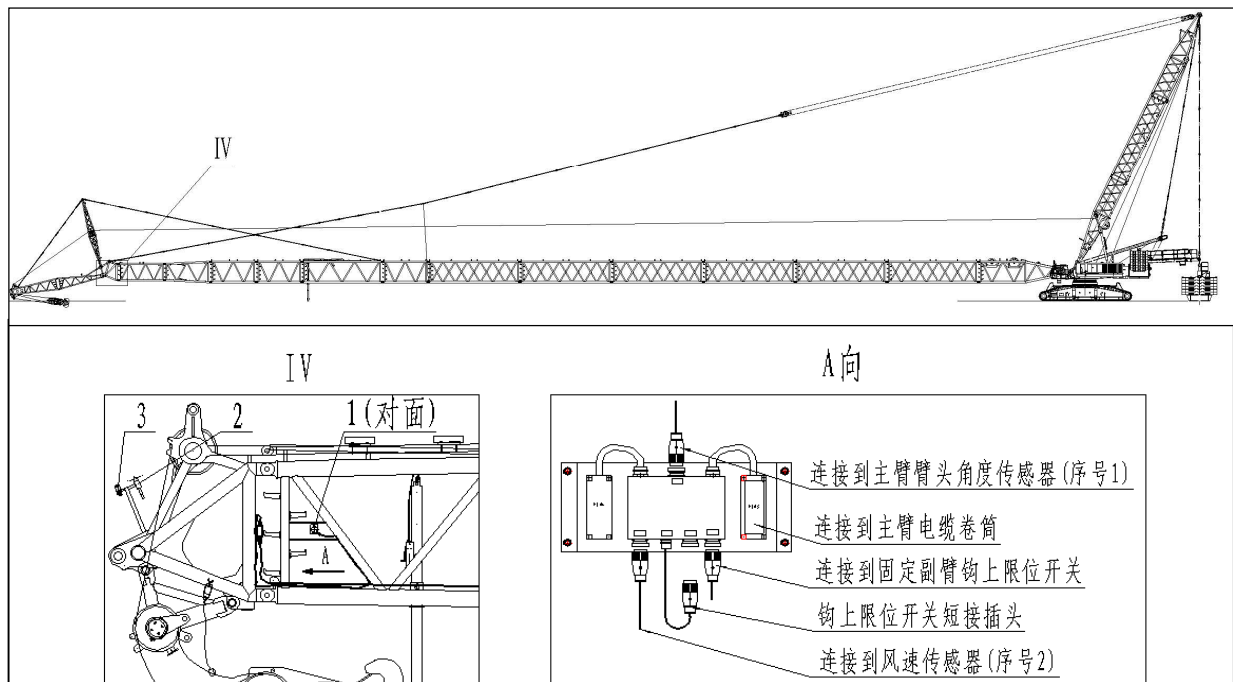

图 2.12
2.12 固定副臂工况臂头电气附件组装及电路连接 (图 2.12)
- 将吊钩钩上限位在图 2.12 固定副臂臂头上。
- 将太阳能示高灯组装在图 2.12 序号 3 所示的位置。
- 将风速传感器组装在图 2.12 序号 2 所示的位置。